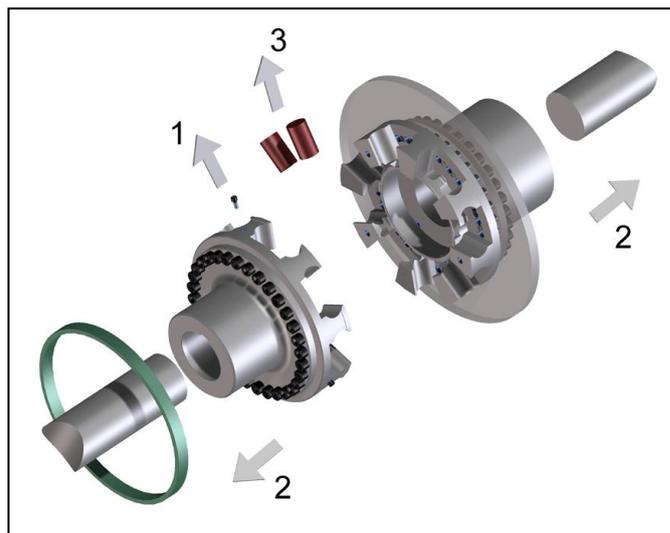

Bild 3
- Lösen Sie die Halteschrauben (Bild 3, Pos. 1) am äußeren Umfang des Halterings und legen Sie diesen auf der dazugehörigen Welle ab (Bild 3, Pos. 2).
- Nehmen Sie die elastischen Puffer heraus (Bild 3, Pos. 3).
- Ziehen Sie die Kupplungsnaben in der vorgesehenen Position auf die Wellenenden auf (Bild 3, Pos.2).